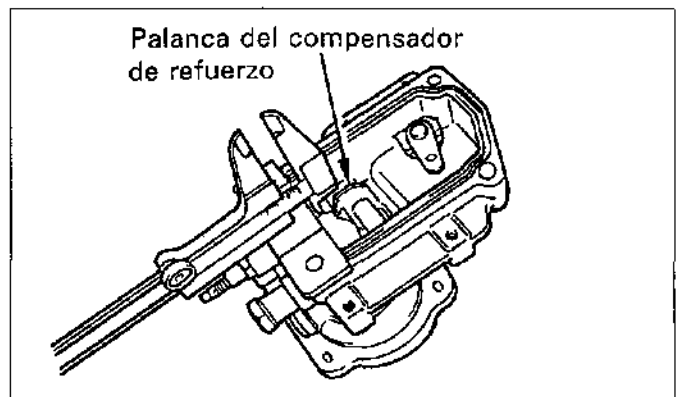

Figura.14-70
3) Con la varilla de empuje presionada a fondo (con el resorte del compensador de refuerzo extraído), gire la varilla de empuje de modo que la distancia L_3 (desde la superficie del accesorio de medición al extremo de la palanca del compensador de refuerzo) corresponda con la distancia especificada. (Vea la figura.14-70)